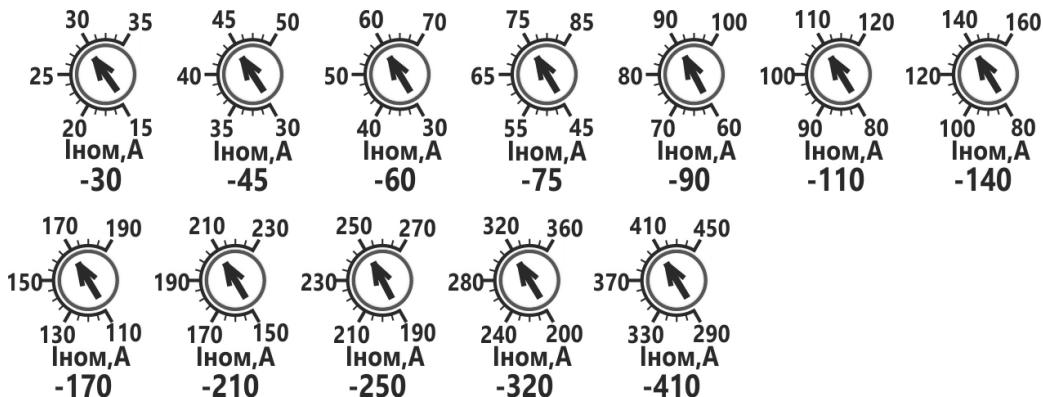

Рисунок 6 Диапазоны настройки *Iном*
1.7.2 Потенциометр «*Iном,А*» используется для настройки номинального тока электродвигателя, который используется в качестве базового для функций защиты электродвигателя и плавного пуска. Диапазоны настройки потенциометров для исполнений по току приведены на рис.6.